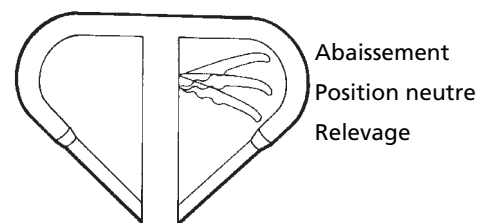

Figure 5 – Levier de commande
6. Placer le levier de commande de montée/descente en position d'ABAISSMENT (position « haute ») (voir Figure 5). Actionner le manche plusieurs fois pour évacuer l'air de la pompe.
Le levier de commande à trois positions fonctionne de la façon suivante (voir Figure 5) :